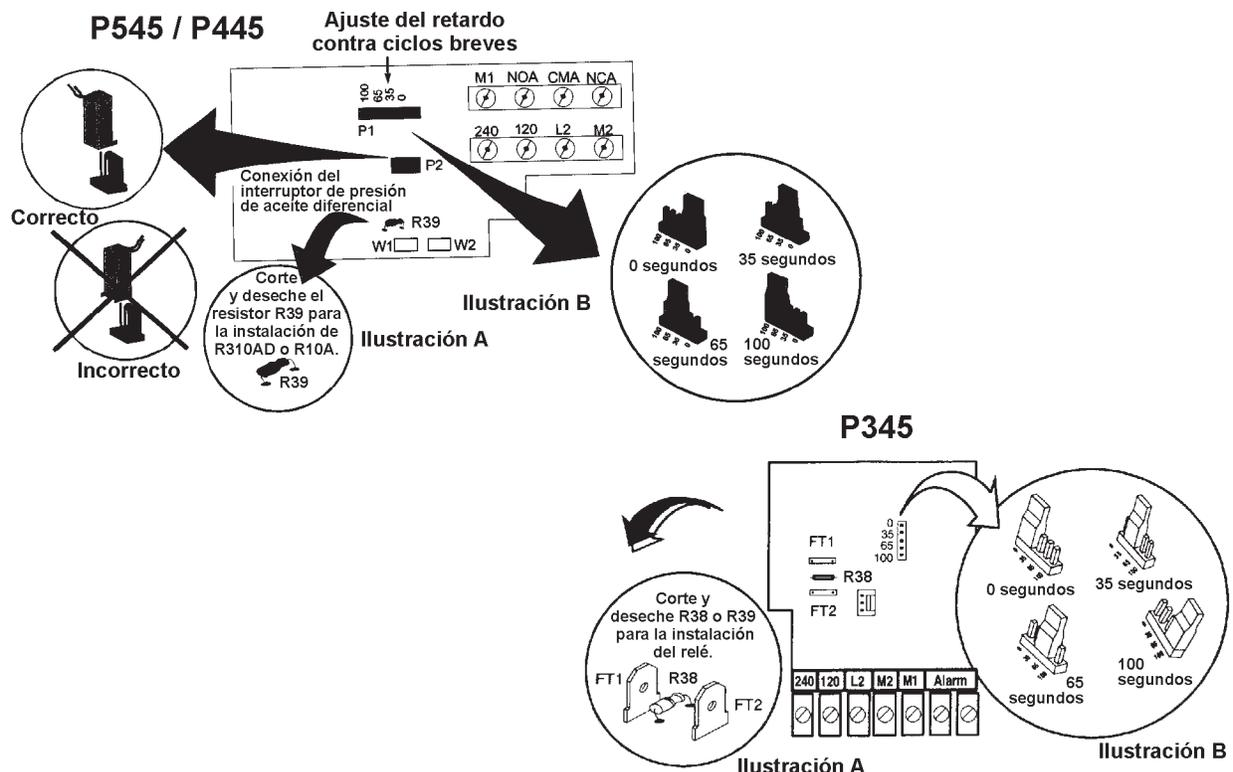

Figura 4: Designaciones de terminales
Para cambiar el temporizador de retardo contra ciclos breves de la posición fijada en la fábrica de 100 segundos, mueva el puente a la posición deseada. (Vea la figura 4, parte B.)
Para conectar un relé detector de corriente de amplio alcance, corte y deseche el resistor R38/R39. Conecte el relé a los dos terminales de paleta machos, FT1 y FT2. (Vea la figura 4, parte A.)
7. Desactive la tensión de entrada. Conecte de nuevo los conductores del compresor al contactor o restaure la desconexión. Si utiliza un interruptor R310AD, conecte de nuevo los conductores del compresor al contactor. Si utiliza un relé serie R10A, quite el puente y conecte de nuevo los conductores del relé al control. *Vea la figura 4.*